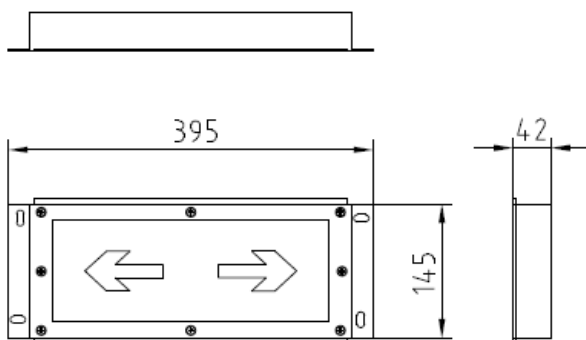

图 58
- a) 壁挂式：所有单面壁挂式标志灯，外形尺寸、安装尺寸一致。外形示意图如图 58 所示，以双向为例。